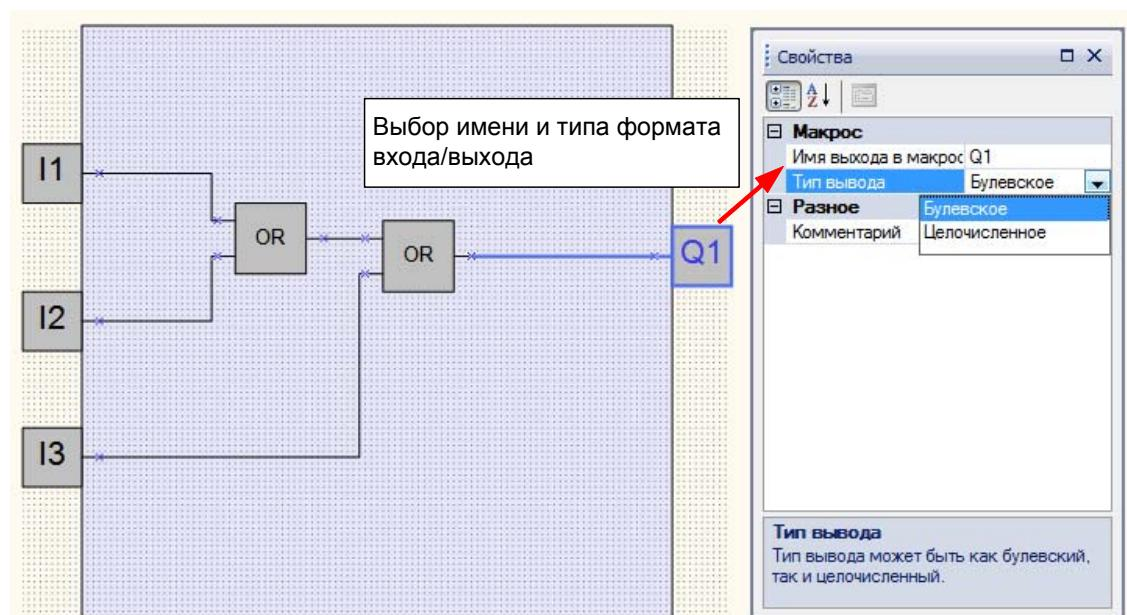

Рисунок 3.17 – Пример задания имени и типа выхода
- г) определение типов и имен входов/выходов (см. рисунок 3.17);